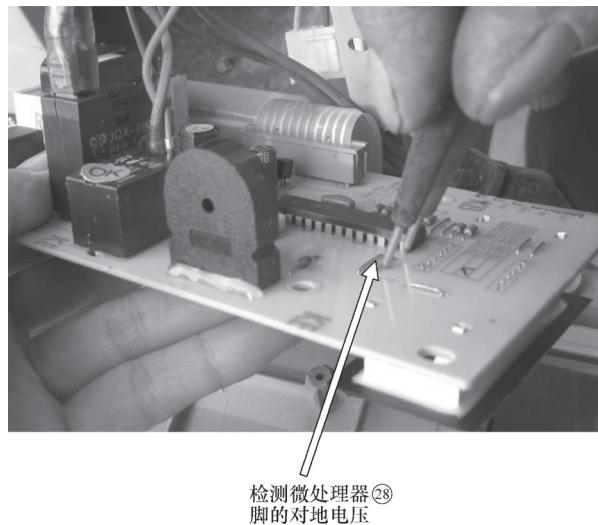

图 4-33 检查②脚的对地电压
用万用表测量微处理器②脚对地有 5V 电压正常，如图 4-33 所示。